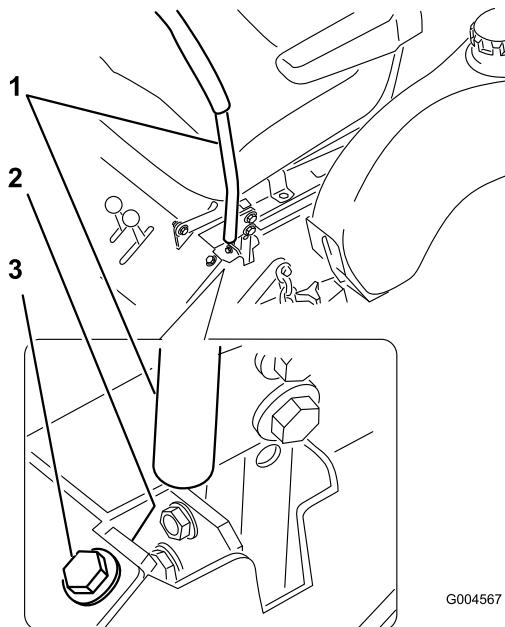

Bild 50
3. Schieben Sie den Anschlag, bis die Maschine geradeaus fährt (Bild 50).
4. Ziehen Sie die Schraube vor dem Steuerhebel an (Bild 50).